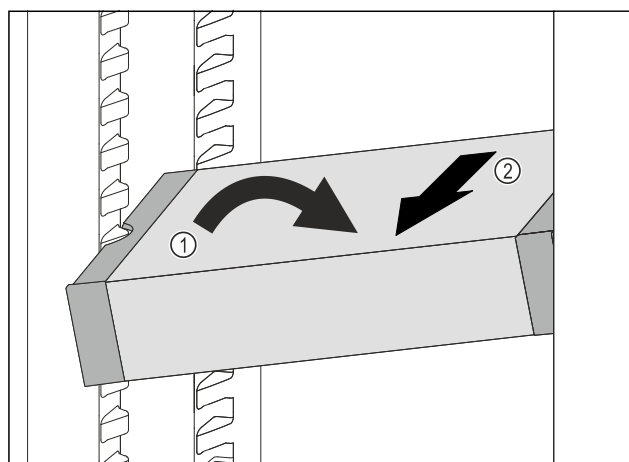

Fig. 207
- Vendosni VarioSafe pjerrtas në pjesën e ftohjes. Fig. 207 (1)
- Hiqni VarioSafe për nga përpara. Fig. 207 (2)